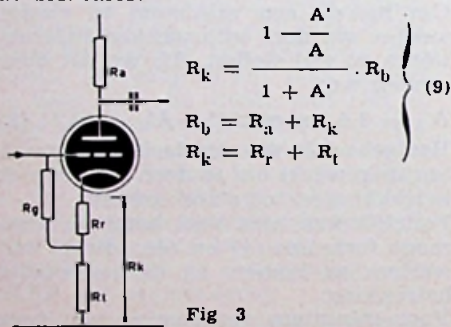
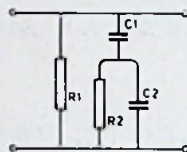

Fig 3
Fig. 4
1. Om de versterking te bepalen, als men  $A'$  wenst, kan men, voor een schakeling als in fig. 3 gebruik maken van de formules:
Naast tabellen vindt men daar o.a. het netwerk en bijbehorende waarden van fig. 4.
3. Voor de parallelweerstand  $R_1$  van fig. 4 gebruiken we in het schema de ingangswaarde van de tweede versterkingstrap. Vandaar de absurd lage lekweerstand  $R_{l0} = 220 \text{ k}\Omega$ . Door de stroomtegenkoppeling wordt deze weerstand schijnbaar groter en wel volgens (zie fig. 3):